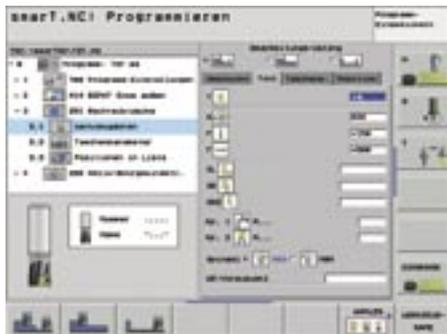

Bild 7: Eingabealternativen per Softkey umschalten
- Mögliche Eingabealternativen werden – abhängig vom aktiven Eingabefeld – in der Softkey-Leiste angezeigt und lassen sich per Softkey umschalten. (Bild 7)